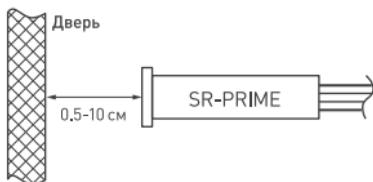

Рисунок 2. Установка датчика SR-PRIME DOOR
- ↗ Датчик DOOR должен быть смонтирован так, чтобы дверь в закрытом положении находилась на расстоянии 0.5–10 см от лицевой стороны датчика [рис. 2]. Свет будет включаться при открывании двери и выключаться при ее закрывании. Для лучшего отражения ИК-сигнала от черных поверхностей наклейте на дверь небольшой отражающий элемент.